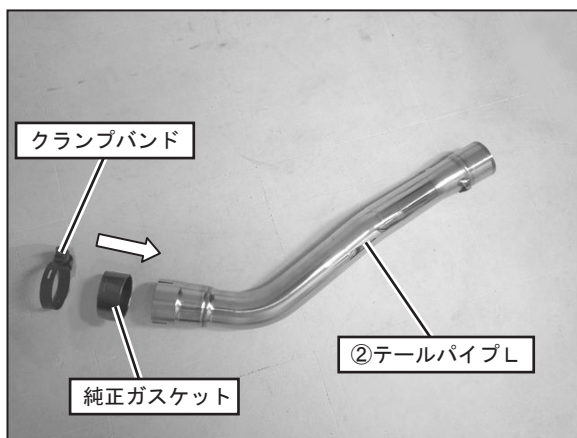

FIG. 10
10. ②テールパイプLに新品の純正ガスケットと手順4で外したクランプバンドを取り付けて下さい。
次に、車両のサイドスタンドが出ていることを確認してから②テールパイプLを車両のマフラー集合部に取り付け、クランプバンドを仮締めして下さい。(FIG. 10, 11参照)